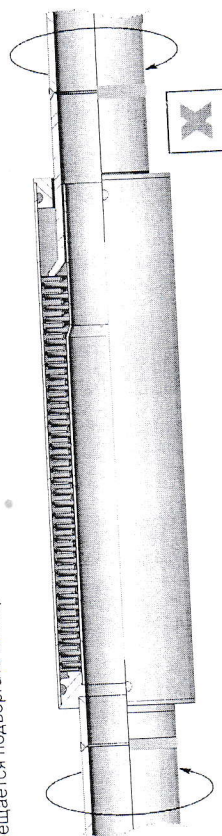

Рис.2
3.5. Запрещается подвергать сильфонные компенсаторы воздействию торсионного вращения (Рис.2).